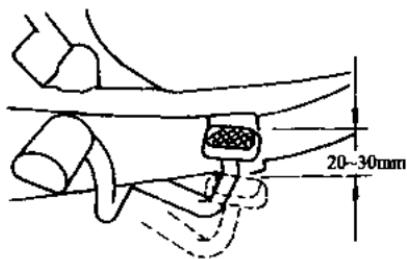

图 1-4 检查后制动踏板自由间隙
(7) 检查前制动握把自由间隙, 通常为 5~8mm, 如图 1-4 所示。
(8) 检查后制动踏板自由间隙, 如图 1-4 所示, 一般应为